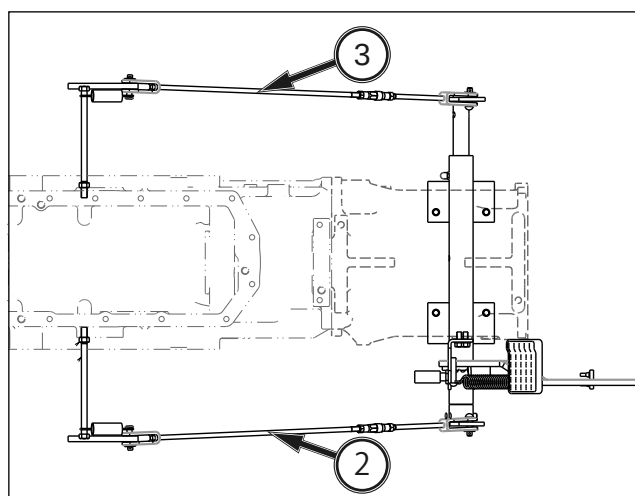

FIG. 110
FIG. 110 et 111 : Desserrez la tige de frein droite (2) et gauche (3) à l'aide du manchon (4) jusqu'à ce que le jeu soit de plus de 40 mm (ne pas verrouiller)